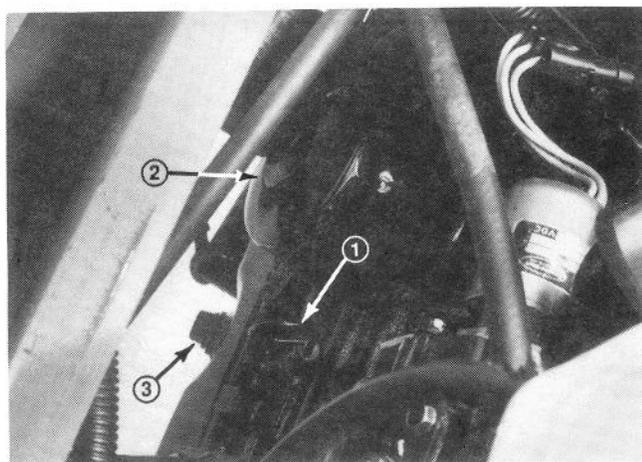
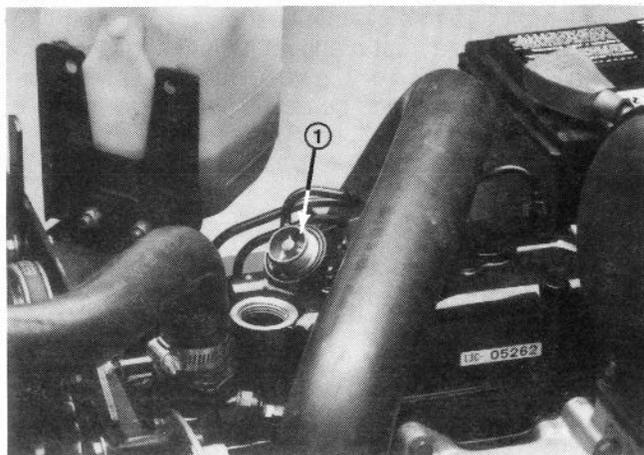

Figure 4
Figure 5
**IMPORTANT:** La compagnie TORO recommande de vérifier le niveau d'huile à chaque utilisation de la machine ou toutes les cinq (5) heures de fonctionnement.
2. Enlever la jauge (Fig. 4), l'essuyer sur un chiffon propre et la remettre complètement dans le trou. La retirer à nouveau et vérifier le niveau d'huile. Si le niveau est bas, retirer le bouchon du réservoir (Fig. 5) et ajouter suffisamment d'huile SAE 10W-30 CD pour atteindre la marque FULL (PLEIN) de la jauge. **NE PAS TROP REMPLIR. Se référer au Tableau des Caractéristiques des liquides page FR-15.**